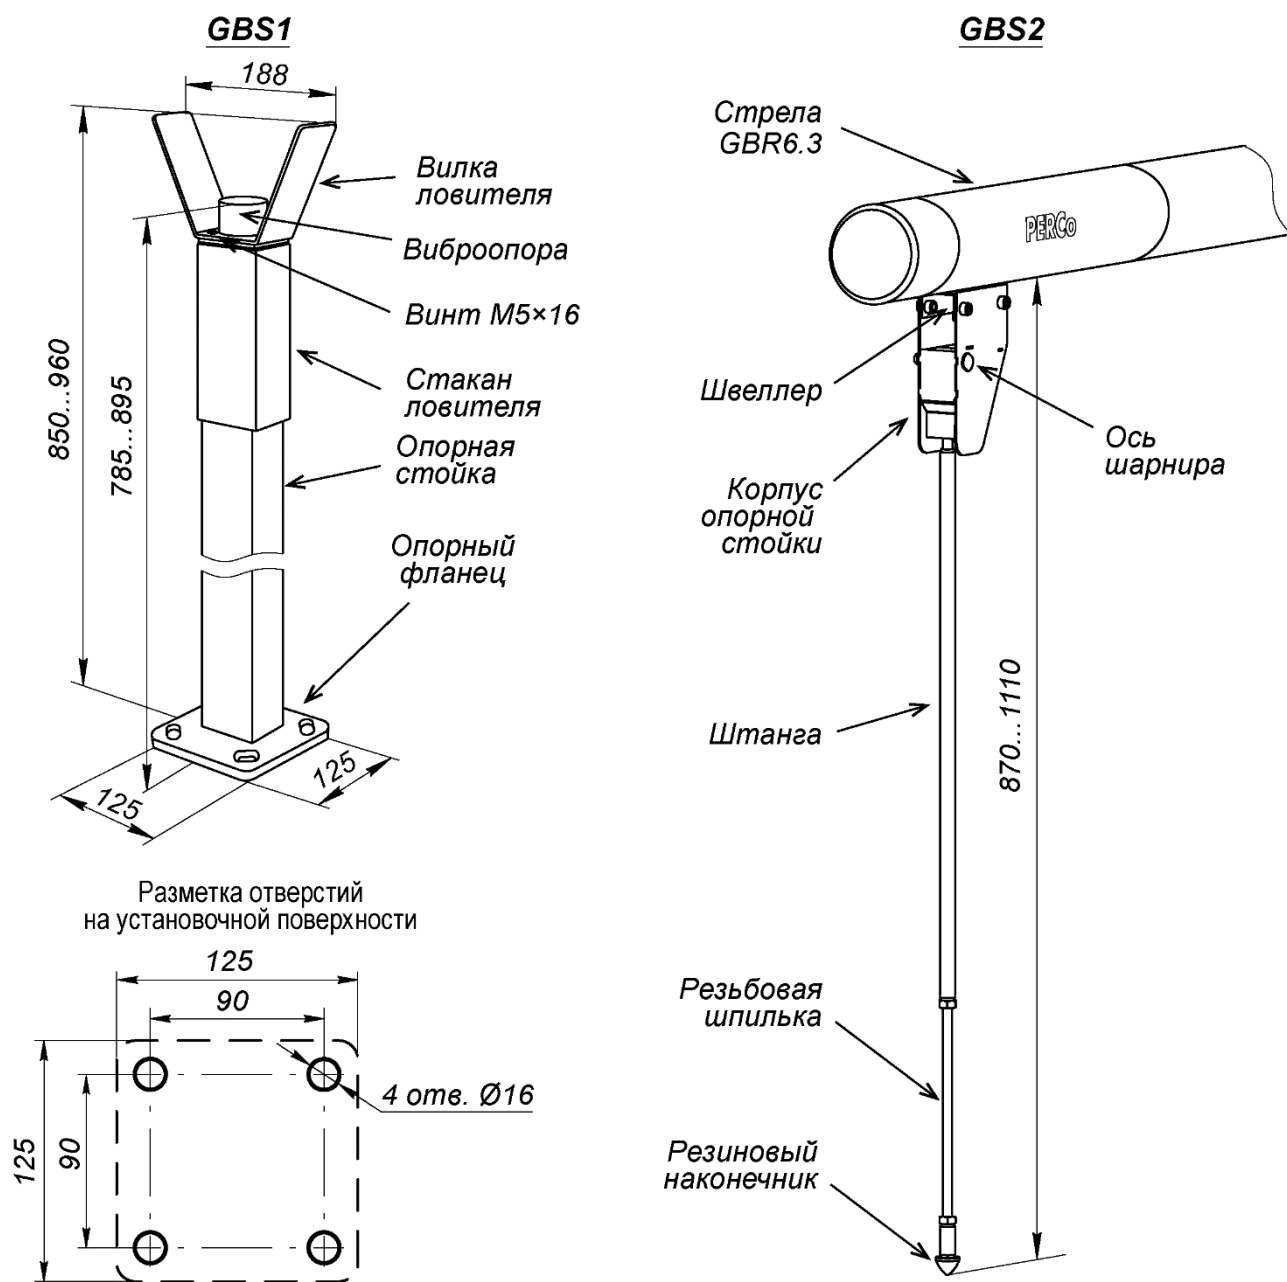

Рисунок 13. Внешний вид опорных стоек **PERCo-GBS1** и **PERCo-GBS2**
Опорная стойка *PERCo-GBS1* состоит из стойки прямоугольного сечения с опорным фланцем и ловителя стрелы (см. рис. 13).
1. Выполните в установочной поверхности отверстия в соответствии с разметкой (рис. 13). Ось опорной стойки должна совпадать с продольной осью стрелы шлагбаума (обращаем внимание, не с осью стойки шлагбаума!, см. рис. 7). Размер отверстий на схеме указан для анкеров типа PFG IH10 («SORMAT»), при использовании других типов анкеров необходимо выполнять отверстия соответствующих им диаметра и глубины.
Вместо стационарной стойки **PERCo-GBS1** можно использовать подвесную опорную стойку **PERCo-GBS2**, которая крепится непосредственно на стреле шлагбаума (см. рис. 13). В вертикальном положении стрелы подвесная стойка складывается под собственным весом. При монтаже на стреле необходимо предварительно закрепить на заклепках монтажный швеллер из комплекта поставки опорной стойки (см. Инструкцию по монтажу из комплекта подвесной стойки), на который затем монтируется корпус опорной стойки.